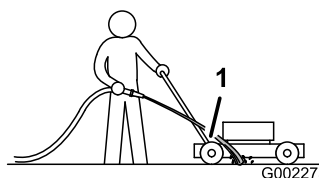

Figura 46
3. Sujete la manguera a la altura del manillar y dirija el agua para que fluya sobre el suelo justo por delante de la rueda trasera derecha (Figura 46).